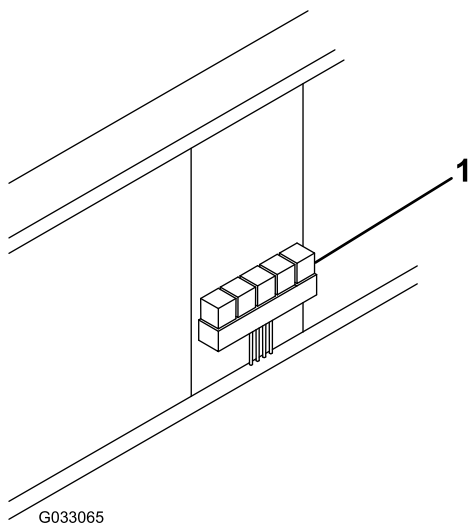

Bild 20
29. Befestigen Sie das Relaispack mit vier Blechschrauben an der Innenseite des Motorraums (Bild 20).